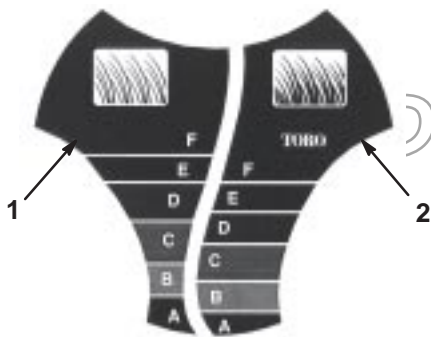

Bild 15
Das SmartWheel™ weist zwei Mähskalen auf: Dünn/Normal und Satt: Dies gewährleistet bei jedem Rasenzustand immer das beste Ergebnis (Bild 15). Benutzen Sie die Skala „Dünn/Normal“ während der warmen Saison meistens für das Mähen. Die Skala „Satt“ eignet sich für starken, nassen und satten Graswuchs, den Sie am häufigsten im Frühjahr antreffen.
2. Schieben Sie den Rasenmäher auf das Gras. Schieben Sie den Rasenmäher nicht mehr weiter, wenn das SmartWheel-Motiv an einem der Hinterräder aufrecht steht (Bild 15).